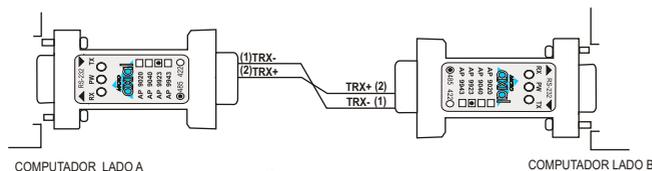

Figura 4. Conexión como line driver
**Conexión 'Line Driver'.** Para esta conexión se recomienda el empleo de un módulo por lado, vinculados como muestra la figura 4.
**Eco local.** El eco se activa al unir los pines ECHO(8) y GND (9). Esta opción se empleará solo en aquellas situaciones indicadas en forma explícita por el proveedor del software.